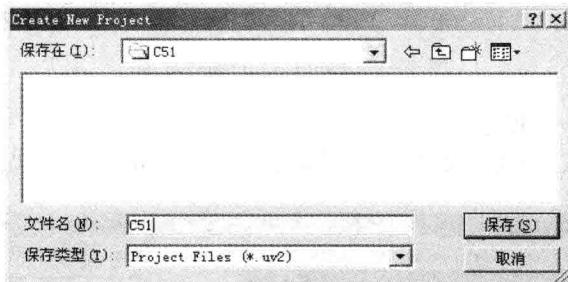

图 2-4 保存文件窗口
(2)然后选择你要保存的路径,输入工程文件的名字,比如保存到 C51 目录里,工程文件的名字为 C51,如图 2-4 所示,然后点击保存。